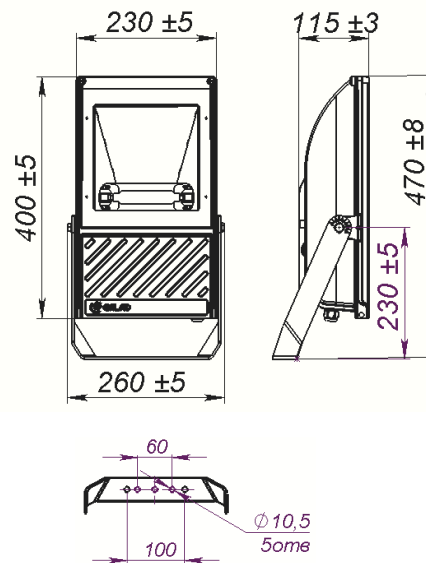

Рисунок 1
2.1 Прожекторы серии ЖО(ГО)17 УХЛ1 «Пролайт» (рисунок 1) с газоразрядными лампами высокого давления предназначены для освещения площадей, фасадов зданий, архитектурных памятников, строительных площадок и других открытых пространств.